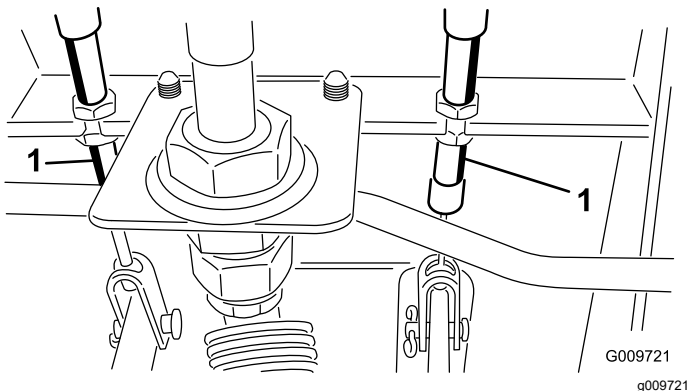

Figura 78
- A. Allentate il dado anteriore sull'estremità filettata del cavo del freno (Figura 78).